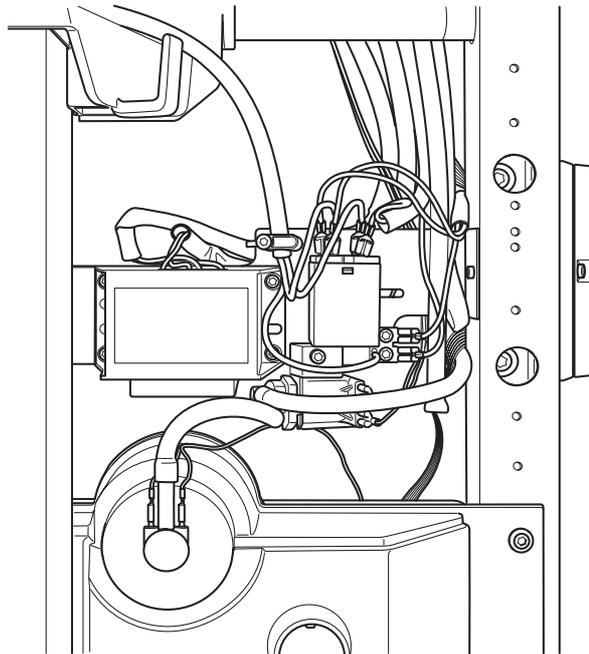

**Fig. 13b**
- Die beiden Abdeckkappen 17 mit den Formscheiben aufsetzen (Fig. 13b).